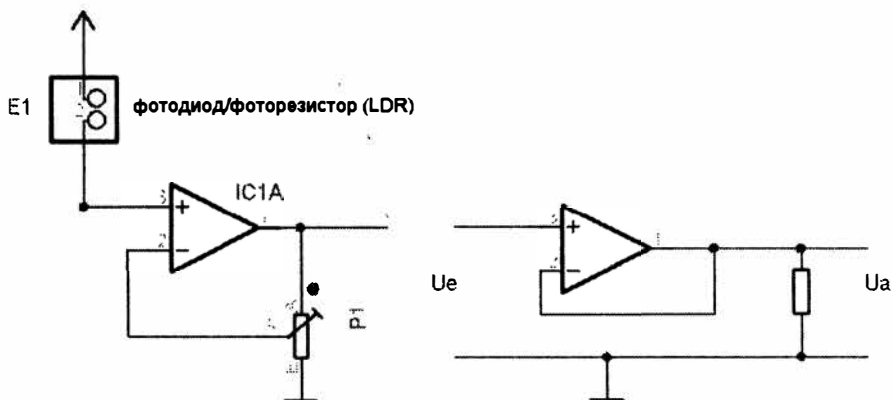
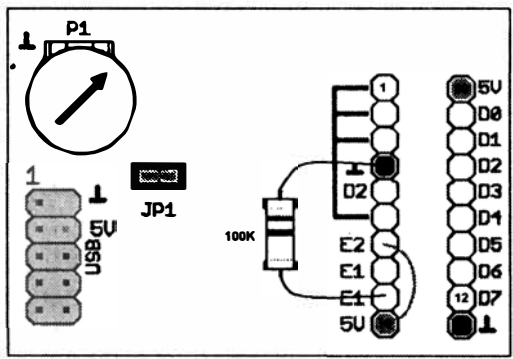

Рис. 10.10
Рис. 10.14
1. Потенциометр P1 находится в крайнем верхнем по схеме положении (рис. 10.10, слева). В этом случае выход ОУ соединен с инвертирующим входом (см. рис. 10.10, справа). Коэффициент усиления схемы с ОУ равен 1. Выходное напряжение U_a равно входному напряжению U_e .
выводом 4,(GND) 20-контактной панельки (рис. 10.14). С помощью проволочной перемычки соедините вывод 7 (E2) с выводом 10 (+5 В). Вставьте перемычку JP1. Установите потенциометр P1 в положение, соответствующее коэффициенту усиления усилителя, равного 1 (см. рис. 10.10).